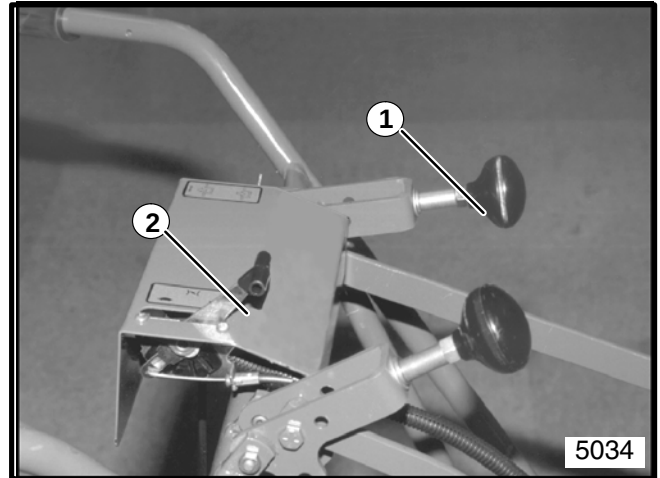

Figura 2
5. Una la palanca de control del pedal al lado izquierdo del montaje de la manija, usando dos (2) tornillos con cabecera de $\frac{1}{4}$ - 20 x $\frac{5}{8}$ " y contratueras. Vea la Figura 2. Conecte las dos uniones de control (Partes nros. 520689 y 521796) juntas y asegúrelas usando dos (2) $\frac{5}{16}$ -18 x 1" tornillos de reborde y tuercas de reborde.